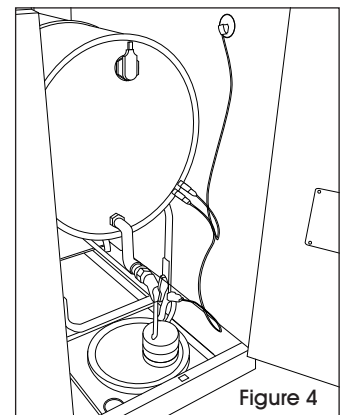

Figure 4
- 4. For internal cabinet grounding, when dispensing liquids inside a safety cabinet, it is important to ensure good electrical continuity through metal-to-metal contact of ground wires. (See Figure 4)
4. Pour la mise à la terre intérieure de l'armoire, il est important d'assurer une bonne continuité électrique par l'intermédiaire d'un contact métal sur métal des conducteurs de terre lors de la distribution de liquides. (Voir Figure 4)